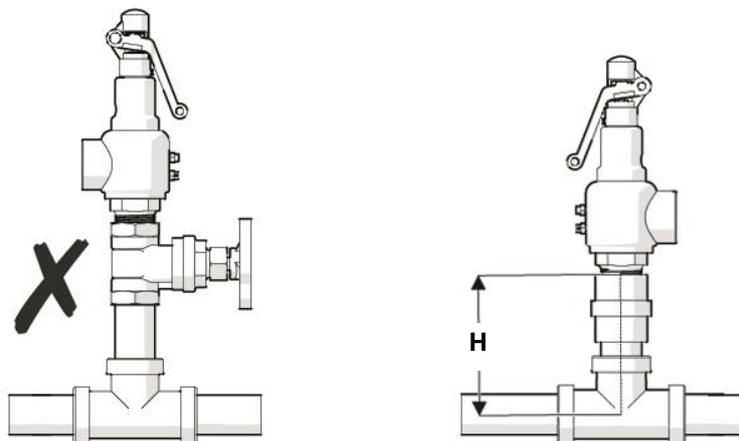

Fig. 4 Consideraciones para la conexión de entrada de la válvula
3. No debe instalar ningún tipo de válvula de corte a la entrada o salida de la válvula de seguridad (Fig. 4).
4. Cuando la válvula es utilizada en una caldera, esta debe de ser conectada directamente sin intervención de otras tuberías de conexión innecesarias y lo más cercano posible a la caldera. Si existe una tubería de conexión, la longitud (**H**) debe ser igual o menor a la distancia entre caras de una conexión "T" estándar de la misma medida y presión. (Fig. 4)
5. Si la válvula es montada sobre una línea, la longitud de la tubería de conexión de entrada no debe ser mayor que la longitud (**H**). (Fig. 4)